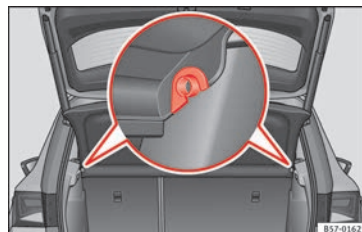

Fig. 160 En el maletero: desmontar y montar la bandeja.
- Desencaje la bandeja de los soportes laterales » **fig. 160** tirando de ella hacia arriba y extraiga la bandeja.
- Introduzca la bandeja horizontalmente haciendo coincidir la “herradura” sobre el eje de los soportes » **fig. 160**, y presione hacia abajo hasta que encastre.